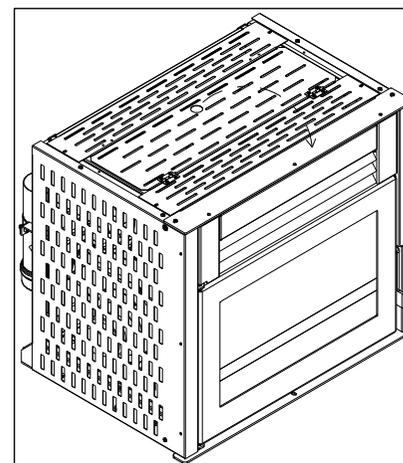

Fig. 19
7.3 Serbatoio pellet: Il serbatoio pellet è posto sulla parte superiore della stufa. Per il riempimento dello stesso, sollevare il coperchio con l'apposita apertura (vedi pag. 20, fig. 19 e20). Per accedere al serbatoio nel modello INSERTO usare i due ganci in dotazione come indicato nelle figure sotto.